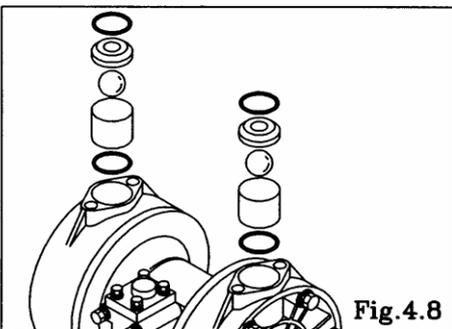

Fig.4.8
- Retire la junta tórica, el asiento de la válvula, la válvula esférica y la tapa de la válvula. [Fig. 4.8]